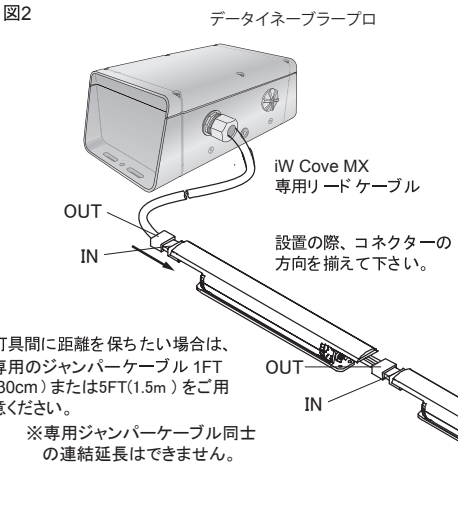

図2
1. iW Cove MXの設置の際、灯具のINコネクタがリードケーブル(OUTコネクタ)と接続されるよう、設置の方向を確認して下さい。(図2参照)
4. 各系統の末端の灯具には、専用リードケーブルに付属の終端コネクタを接続して下さい。(図2参照)